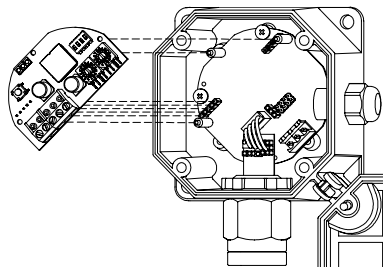

Рис. 6
4. Установите S-Bus интерфейс в сенсор, как показано на рис. 6.